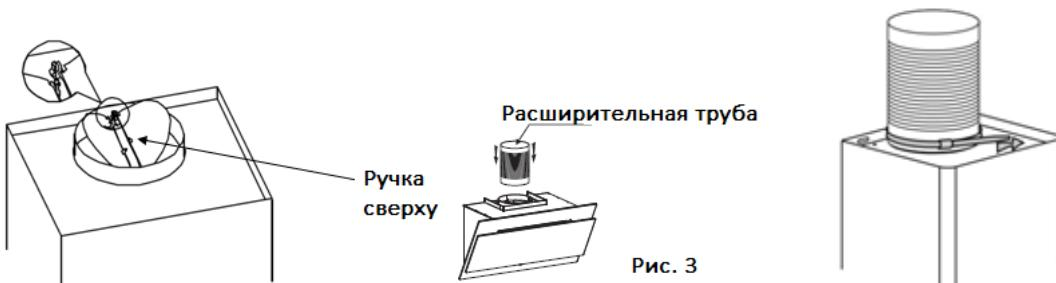

Рис. 3
5. Наденьте V-образный клапан. Установите расширительную трубу на вытяжку. Закрепите расширительную трубу в отверстии кабельной стяжкой. См. Рис. 3.